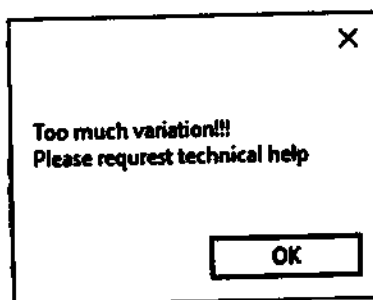

Рисунок 67
9.5.7.15 Если объем вне допустимого диапазона, ниже будет показано сообщение о технической помощи [Рисунок 67].